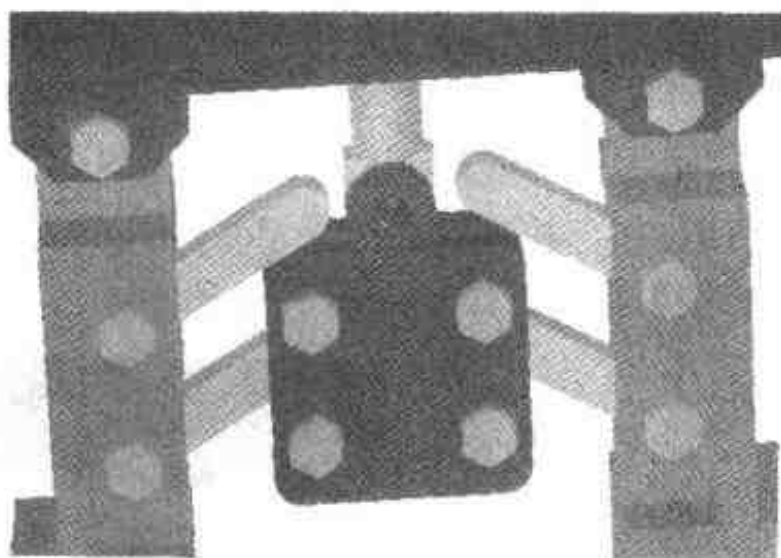

图 5.70 4 根连杆都生成了同步旋转动画
- (10) 对其他 3 个连杆进行相同的处理, 单击动画【打开】按钮进入动画状态, 单击【播放】按钮观察动画效果, 结果如图 5.70 所示。